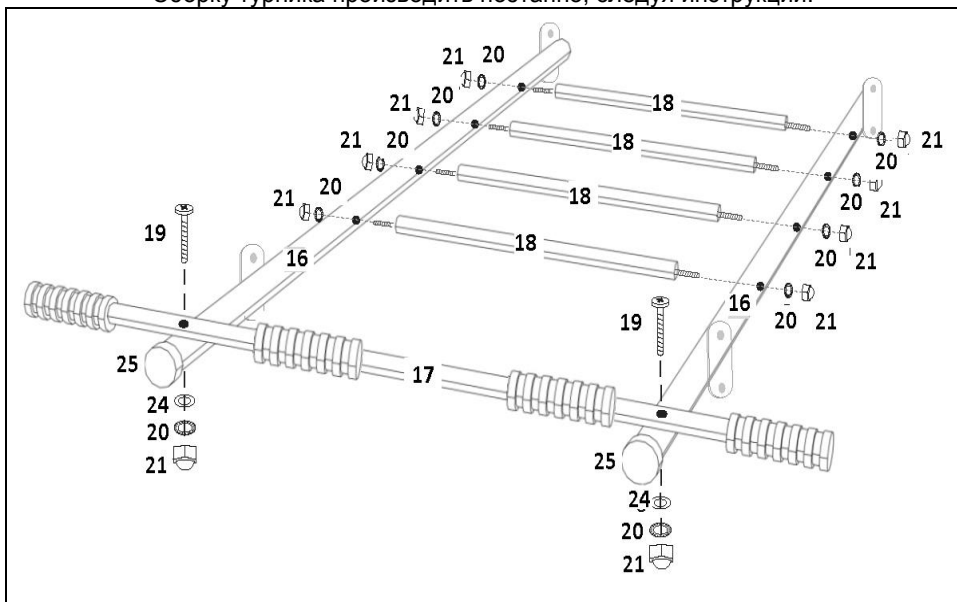

Рисунок 4
4.3.1 Соединить кронштейны (№16) и перекладины (№18) (рисунок 4) и закрепить между собой, используя шайбы (№20) и гайки (№21). Установить перекладину турника (№17) на кронштейнах (№16) и закрепить, используя винты (№19), шайбы (№24,20) и гайки (№21).